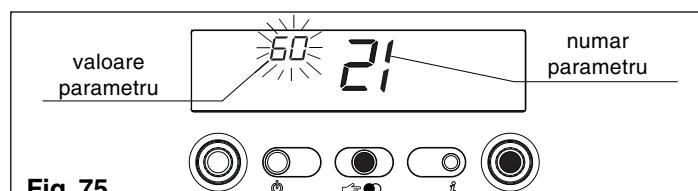

Fig. 75
- apasati ENTER pentru a accesa functiunea de modificare a parametrului. Atunci cand apasati ENTER valoarea setata anterior incepe sa clipesca (fig. 75)
- apasati butonul ENTER pentru a accesa functiunea de modificare a parametrului. La apasarea butonului ENTER, valoarea setata anterior incepe sa clipeasca (fig. 43 C.A.I. -MIX C.S.I.; fig. 75 R.A.I. - MIX R.S.I.)